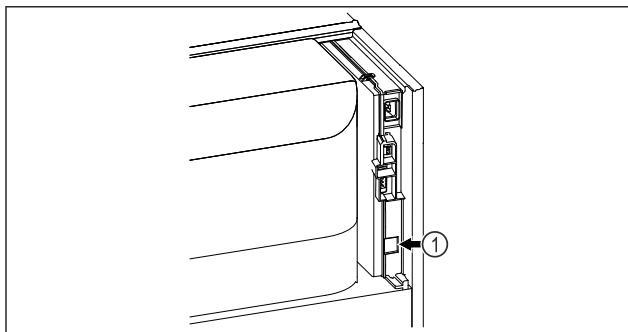

Fig. 60
- Se utiliza SmartModule Fig. 60 (1).